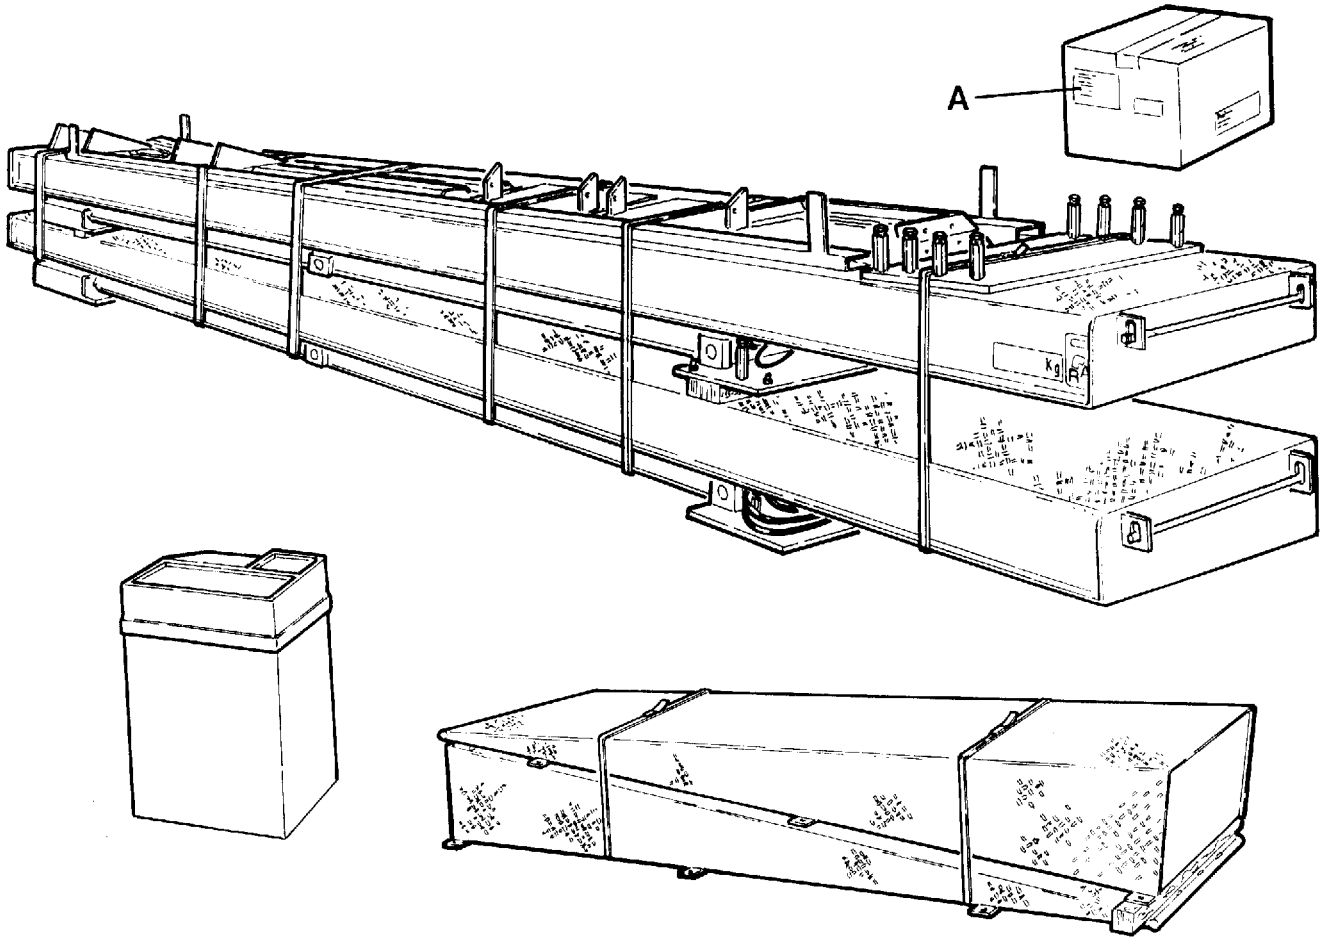
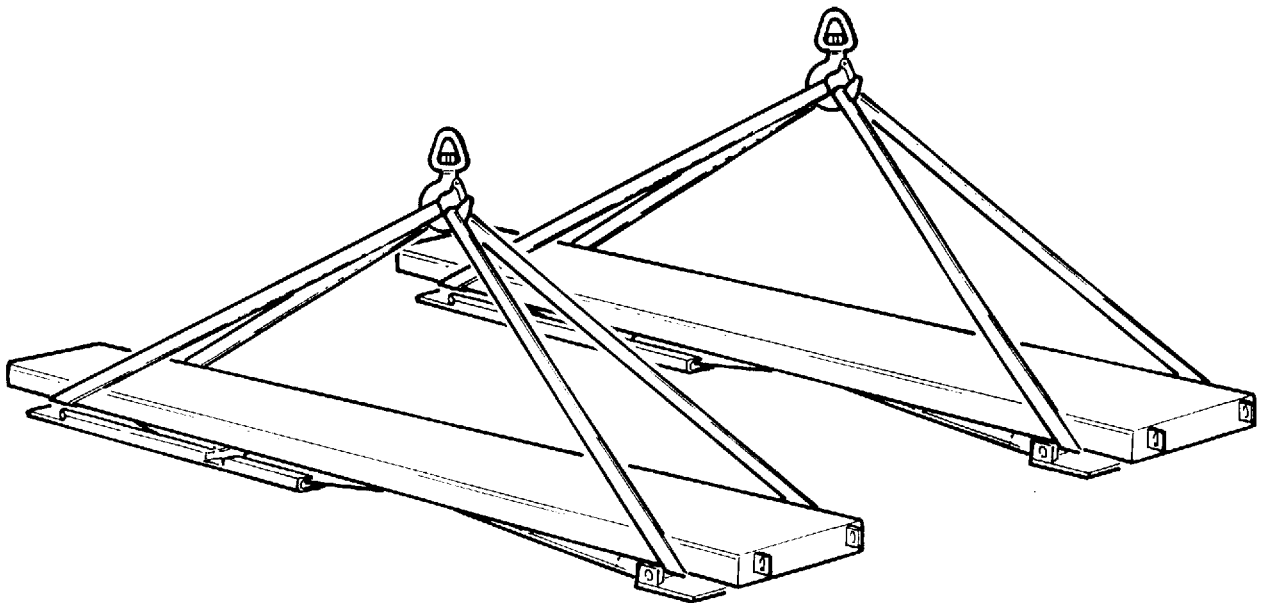

Fig.4
Fig.5
- Il sollevatore viene spedito solitamente come illustrato in fig. 4.
- La confezione (A) contiene gli accessori e le minuterie per il completamento dell'assemblaggio.
- Le operazioni di sollevamento devono essere eseguite come da fig. 5.
- sollevare con cautela, adoperando adeguati mezzi di sostegno del carico, in perfetta efficienza, utilizzando gli appositi punti di aggancio come indicato in fig. 5;
- The lift is usually delivered as shown in fig. 4.
- Package (A) contains the accessories and the small parts for final assembly.
- Lifting must be carried out as shown in fig. 5.
- lift with care, using suitable means for supporting the load, operating properly and use the specific hooking points as shown in fig. 5;
- Normalerweise wird die Hebebühne gemäss Abb. 4 geliefert.
- Die Verpackung (A) enthält Zubehörteile und Kleinteile zur Komplettierung des Zusammenbaus.
- Beim Anheben gemäss Abb. 5 vorgehen.
- Vorsichtig anheben, die Last mit geeigneten, sich in einwandfreiem Zustand befindenden Hilfsmitteln stützen. Dabei die in Abb. 5 angegebenen Anschlagpunkte berücksichtigen;
- Généralement, le pont élévateur est livré comme illustré à la fig. 4.
- L'emballage (A) contient le matériel et les accessoires pour compléter l'assemblage.
- Les opérations de levage doivent être réalisées comme indiqué à la fig. 5.
- soulever avec attention : se servir de moyens de support de la charge parfaitement efficaces et des points d'attelage comme indiqué à la fig. 5;
- El elevador se envía normalmente como indica la fig. 4.
- El paquete (A) contiene los accesorios necesarios para completar el ensamblaje.
- Las maniobras de elevación tienen que realizarse como indica la fig. 5.
- Elevar con cuidado, utilizando medios de sostén de la carga adecuados, en perfecto estado, utilizando los correspondientes puntos de enganche como indica la fig. 5;